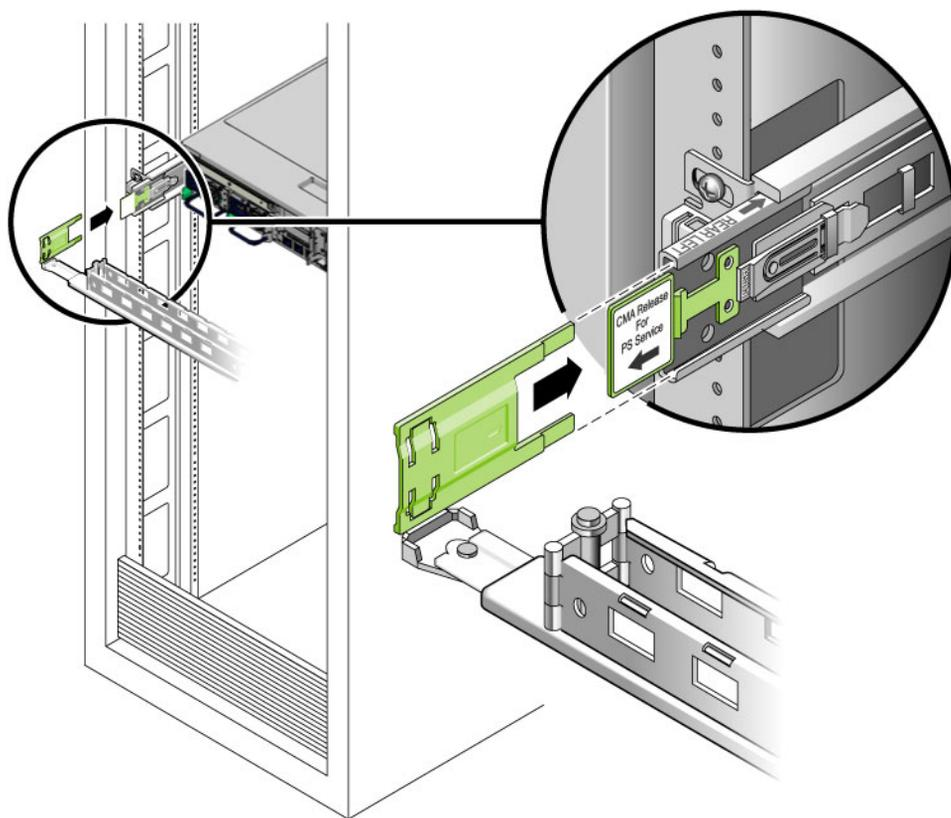

图 2-11 安装滑轨的左侧
4. 将 CMA 左侧通过合页连接的塑料连接器完全插入 CMA 滑轨扩展部分（图 2-11）。CMA 滑轨扩展部分的塑料卡舌会通过合页连接的塑料连接器锁定到位。